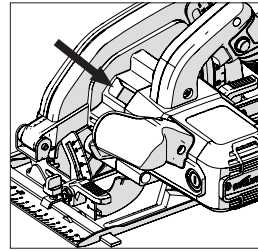

Fig. 3
- Repérez le bouton de blocage de l'arbre de la machine (au même endroit sur toutes les machines). Verrouillez l'arbre de la machine en appuyant sur le bouton de blocage de l'arbre. **(Fig. 3)**